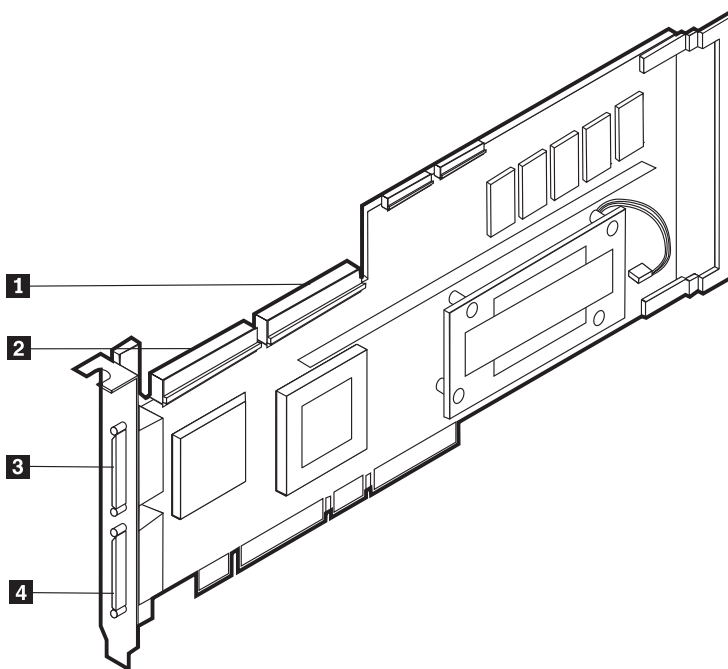

Figura 96. Controlador ServeRAID-4Mx
1. Conecte uma extremidade de um cabo SCSI VHDCI (very-high-density connector interface) de 68 pinos a um conector de canal externo (canal 2, se não houver nenhum Kit de Expansão Permutável sem Interrupção do IBM Netfinity 3-Pack Ultra320 instalado, canal 1 ou 2 em um segundo ServeRAID-4Mx, se houver um Kit de Expansão Permutável sem Interrupção do IBM Netfinity 3-Pack Ultra320 instalado) no controlador ServeRAID principal ou secundário. (Consulte a Figura 96 na página 126 para obter as localizações do conector de canais.)